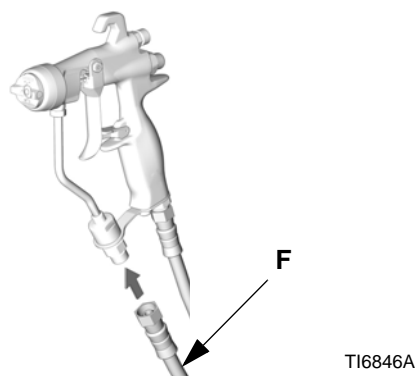

ABB. 4
2. Den Materialschlauch (F) am Materialeinlass der Pistole anschließen. Siehe ABB. 4. Nach Wunsch kann für optimale Manövrierbarkeit ein Drehstecker (189018) am Pistoleneinlass angebracht werden. Siehe Zubehör, Seite 35.